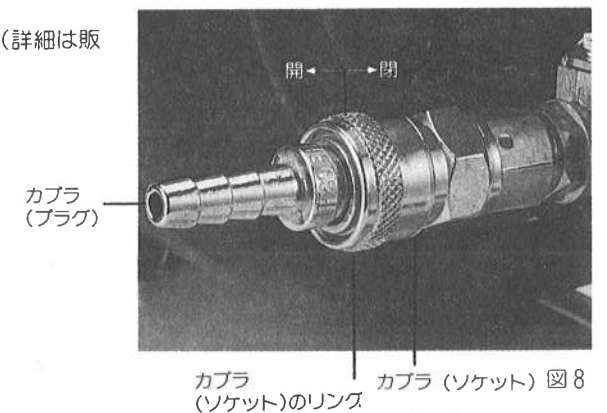

図8
- カブラ(ソケット)にホースのカブラ(プラグ)を接続するときは、カブラ(ソケット)のリングを押してカブラ(プラグ)を差し込んで下さい。そしてリングを引いてもとにもどすと接続ができます。(図8参照) 尚、ホースは市販のものをご使用下さい。(詳細は販売店にご相談下さい)。